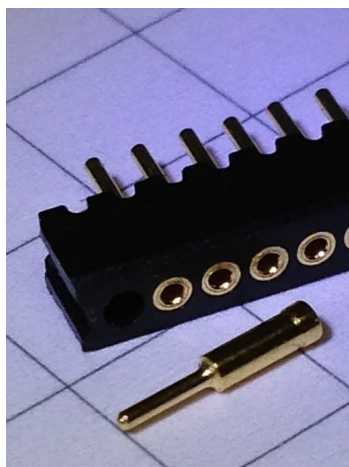
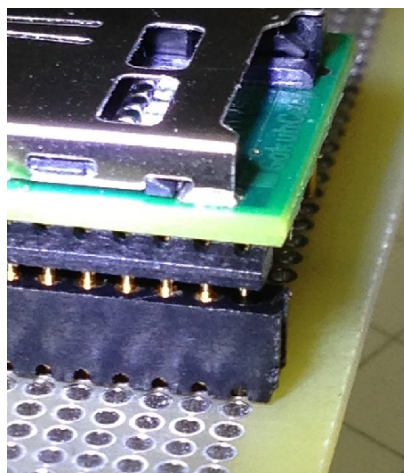

図 10.1
図 10.2
- ・ 図 10.1.は、添付されるの MAC8 の OQ-11-5-12P ソケットから 1pin を取り外した写真です。取り外しは、ラジオペンチの先で pin 先を挿入方向に沿って押すと簡単に外せます。
- ・ 取り外した OQ-11-5-12P ソケットを、取り外した側を前面にして実装します。(図 10-2)
- ・ ソケットに uSDCONF1A を実装すると、前面側の手前の pin(図 10.2 の写真では PIN24)が、図 10.1 でピンを抜いたモールドの穴部分に隠れ、静電気や外圧から守られます。